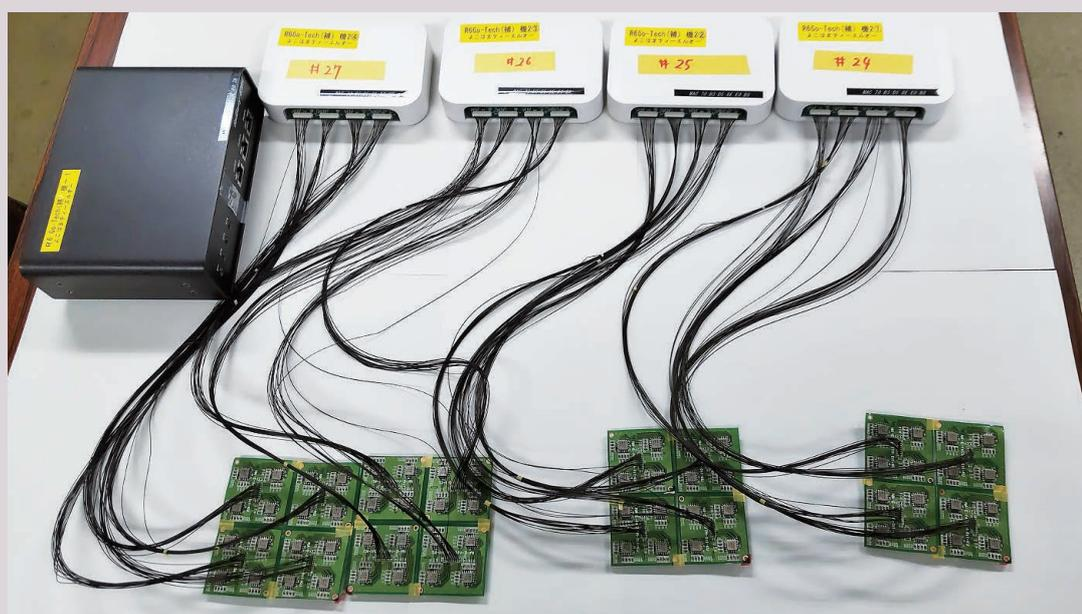

図1 振動インテンシティ可視化システム
このような背景を踏まえ、私たちは新たな振動測定システムとして「振動インテンシティ (SI) \*1可視化システム」の開発に取り組みました(図1)。従来の振動測定及び振動対策では振動の分析や対策には高度な解析技術・ソフトウェアを必要とし、測定から対策まで多大な時間を要していました。これに対して、SI可視化システムは振動が伝わる様子を見ることができ、振動の伝搬経路や振動源の探査をすることができるためリアルタイムで測定から対策を実施することが可能になります。一方、本研究の測定システムを実現するためには以下の2つの課題がありました。